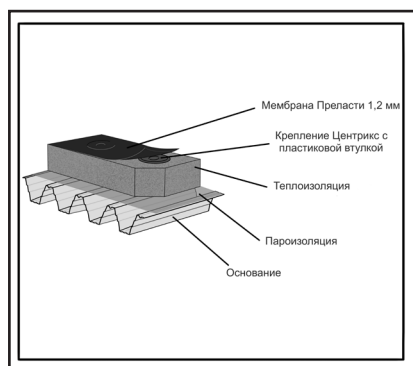

Рис. 9
7.1. Механический индукционный способ с помощью системы Центрикс используется чаще всего для крепления гидроизоляции поверх непрочного слоя, такого как утеплитель. Для этого, через утеплитель монтируются крепления к несущему основанию, а сверху к ним приваривается мембрана с помощью индукционного нагрева самих креплений (см. Рис.9).